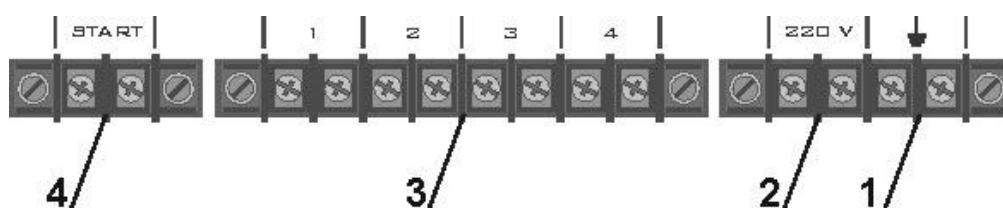

Рисунок 4
9.2 Розміщення клем на спеціальній панелі комутації вказано на рис. 4.